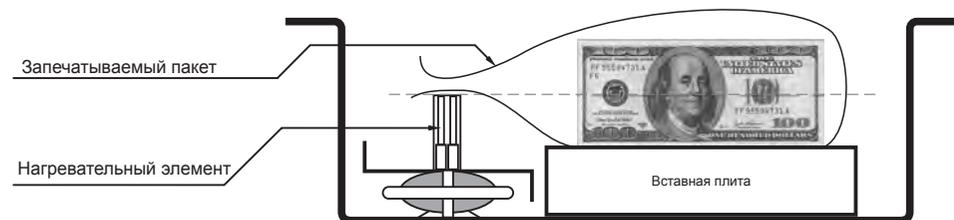

Рисунок 5 Порядок укладки пачки в машину.
3. Уложите полиэтиленовый пакет (с уложенными в него банкнотами) в рабочую камеру, так, чтобы запаиваемая сторона пакета лежала на нагревательном элементе **7 (см. Рис. 3)**, выступая за него примерно на **1 см. (см. Рис. 5)**;